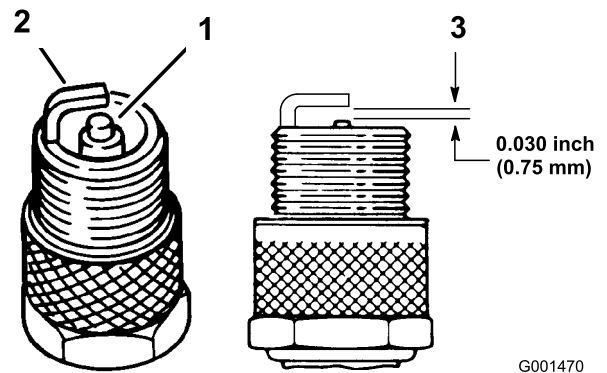

Bild 49
1. Sehen Sie sich die Mitte der Zündkerzen an (Bild 49). Wenn der Kerzenstein hellbraun oder grau ist, ist der Motor richtig eingestellt. Eine schwarze
2. Prüfen Sie den Abstand zwischen den mittleren und seitlichen Elektroden (Bild 49).
3. Biegen Sie die seitliche Elektrode, wenn der Abstand nicht richtig ist (Bild 49).
3. Schließen Sie den Zündkerzenstecker an die Zündkerzen an (Bild 49).